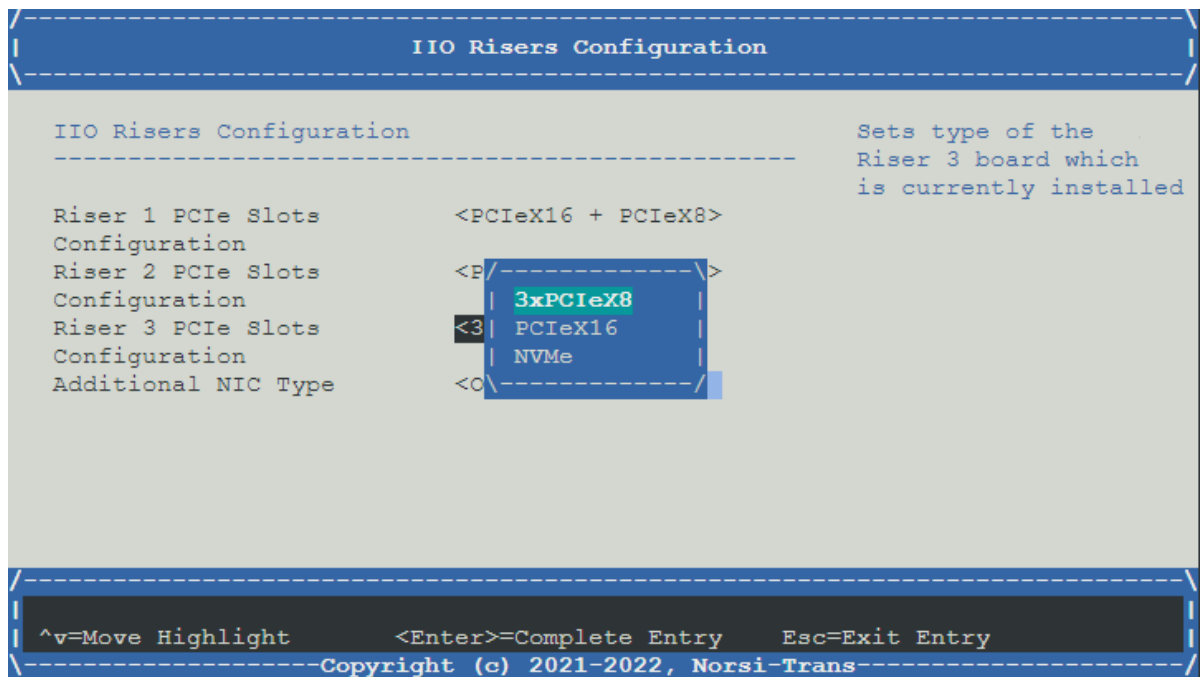

Рис. 65. Выбор типа PCIe-райзеров
3) Установите тип PCIe-райзеров согласно физическим. Окно показаны на рис. 65. Выбор типа PCIe-райзеров